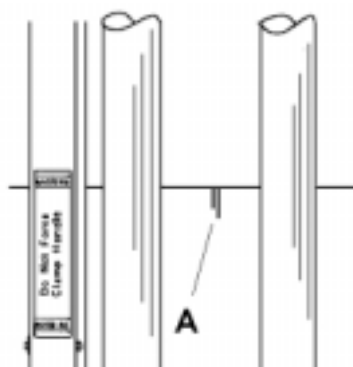

Figure 27
5. Si la machine est d'équerre, les deux coupes sur la partie supérieure du panneau (une faite de l'avant et une faite de l'arrière) s'aligneront. Si ce n'est pas le cas, (A) Figure 27, les BARRES DE BORD D'ÉQUARRISSAGE doivent être repositionnées. Si la deuxième coupe sur la partie supérieure est à la gauche de la coupe faite de l'avant, la BARRE DE BORD D'ÉQUARRISSAGE GAUCHE doit être abaissée. À l'inverse, si la deuxième coupe est à la droite de la première, la BARRE DE BORD D'ÉQUARRISSAGE GAUCHE doit être relevée. Dans les deux cas, la quantité d'ajustement requis est la moitié de la distance entre les deux coupes supérieures.